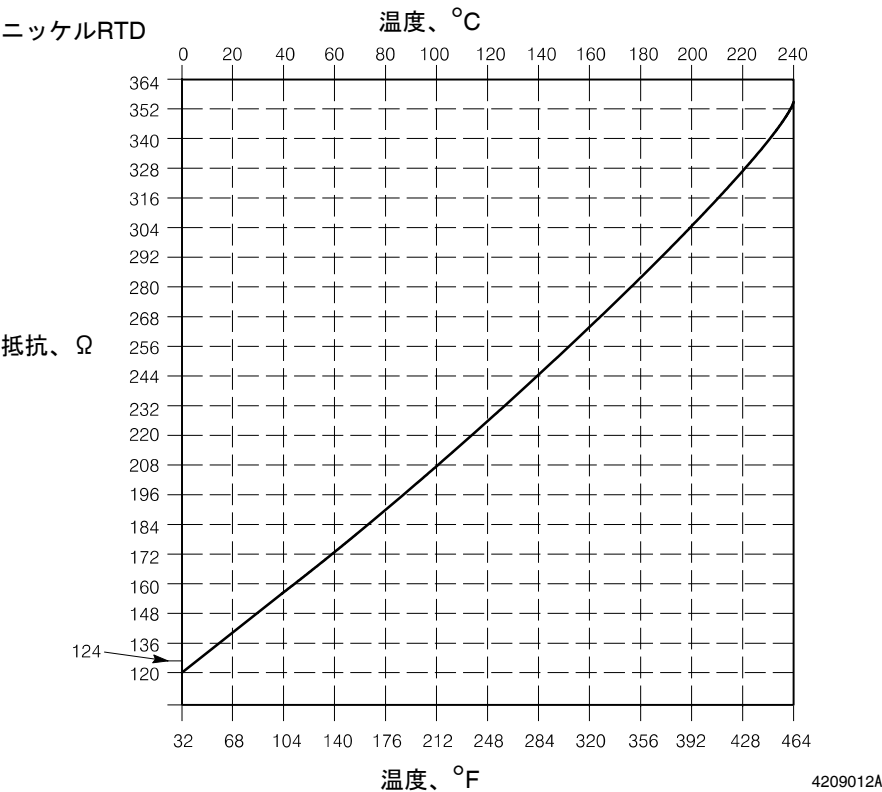

図 15: RTD抵抗 - 温度
- 5. 既存温度でのRTD期待温度の確定には図15 を参照。抵抗の期待値と測定値を比較します：